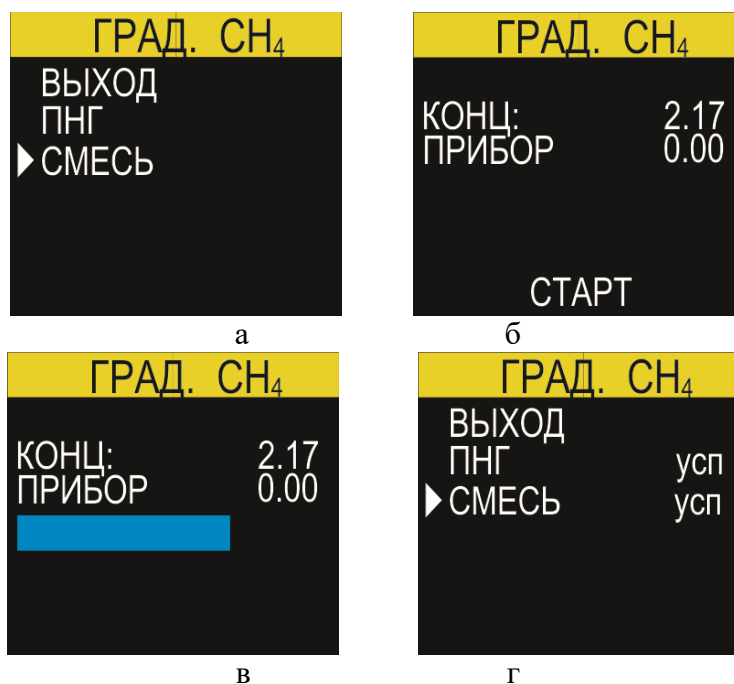

Рисунок 18. Меню градуировки метана. Выставление масштабного коэффициента
Выбрать в меню градуировки строку "СМЕСЬ" и нажать кнопку "ОК" (рис.18а). Изменить значение подаваемой ПГС на прибор можно кнопками "▼" и "▲"(рис.18б).
3.1.8 Начать подачу ПГС через насадку прибора и нажать кнопку "ОК" для начала градуировки. Расход ПГС необходимо контролировать ротаметром в пределах $0,5 \pm 0,2$ л/мин. Подавать ПГС необходимо в течение времени, равному утроенному значению $t_{0,9}$ для выбранного газа (для метана - 90 сек, для остальных газов - 180 сек) до тех пор, пока не исчезнет полоса загрузки (рис.18в), а дисплей не вернется на первый этап градуировки (рис.18г).